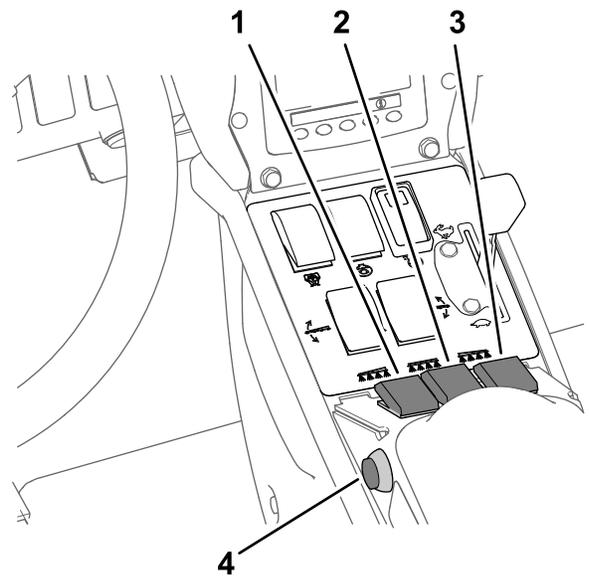

图 44
7. 将打药机喷洒臂段开关设定至开启位置图 44。
10. 以所需速度行驶然后将主喷洒臂段开关设定至开启位置开始喷洒图 44。
3. 将主喷洒臂开关设定至关闭位置请参阅 以喷洒率模式喷洒 \(页码 32\) 中的 图 44。
7. 需要时将单个喷洒臂段开关设定至开启位置请参阅 以喷洒率模式喷洒 \(页码 32\) 中的 图 44。
9. 以所需速度行驶然后将主喷洒臂段开关设定至开启位置开始喷洒请参阅 以喷洒率模式喷洒 \(页码 32\) 中的 图 44。